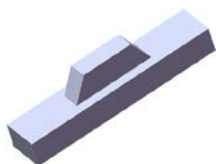
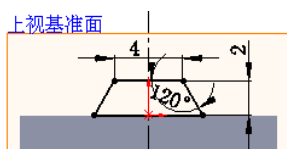

图 15.3.11 凸台—拉伸 2
图 15.3.12 横断面草图
(4) 单击 按钮, 完成凸台—拉伸 1 的创作。
Step3. 创建图 15.3.11 所示的零件基础特征——凸台—拉伸 2。
(1) 选择命令。选择下拉菜单 **插入(I)** → **凸台/基体(B)** → **拉伸(E)...** 命令(或单击“特征(F)”工具栏中的  按钮)。
(2) 定义特征的横断面草图。
① 定义草图基准面。选取上视基准面作为草图基准面。
② 定义横断面草图。在草图环境中绘制图 15.3.12 所示的横断面草图。
③ 选择下拉菜单 **插入(I)** → **退出草图** 命令，退出草图环境，此时系统弹出“凸台—拉伸”对话框。
(3) 定义拉伸深度属性。
① 定义深度方向。采用系统默认的深度方向。
② 定义深度类型和深度值。在“凸台—拉伸”对话框 **方向1** 区域的  下拉列表中选择 **两侧对称** 选项，在  文本框中输入深度值 1.5。选中 ☒ **合并结果(M)** 复选框。
(4) 单击  按钮，完成凸台—拉伸 2 的创建。